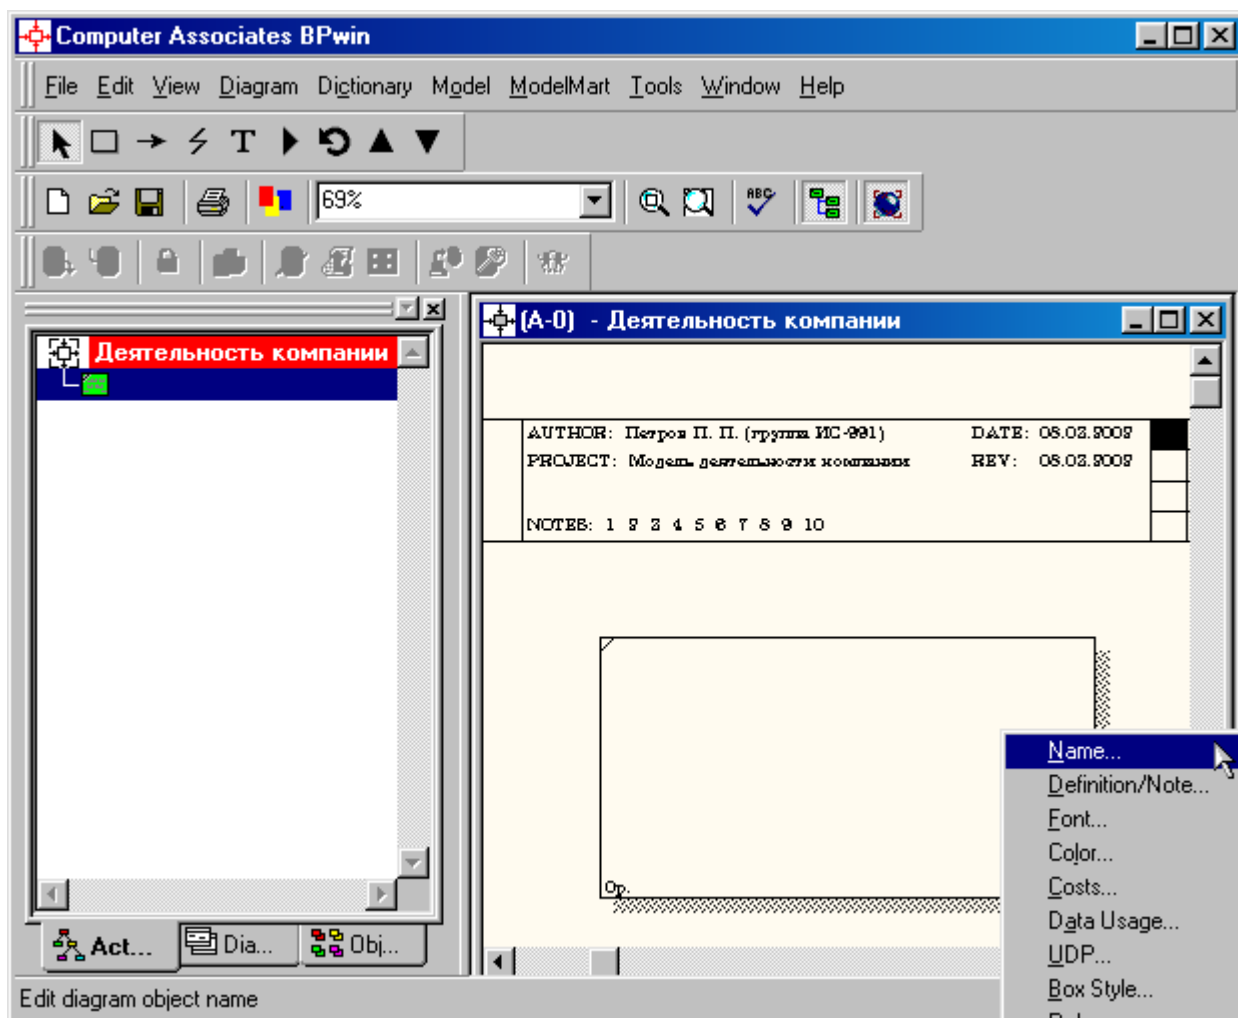
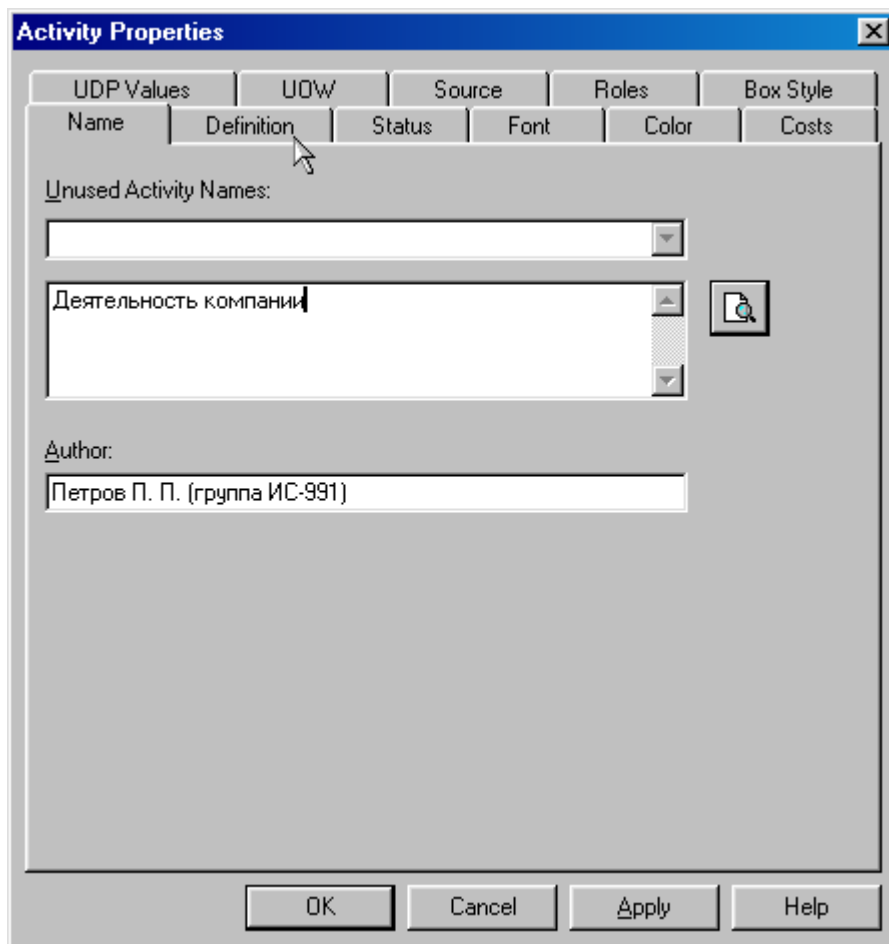

Рисунок 1.8 – Контекстное меню для работы с выбранной опцией **Name**
Рисунок 1.9 – Присвоение работе названия
- 11 Перейдите на контекстную диаграмму и правой кнопкой мыши щелкните по прямоугольнику представляющему, в нотации **IDEF0**, условное графическое обозначение работы. В контекстном меню выберите опцию **Name** (рисунок 1.8). Во вкладке **Name** внесите имя "Деятельность компании" (рисунок 1.9).